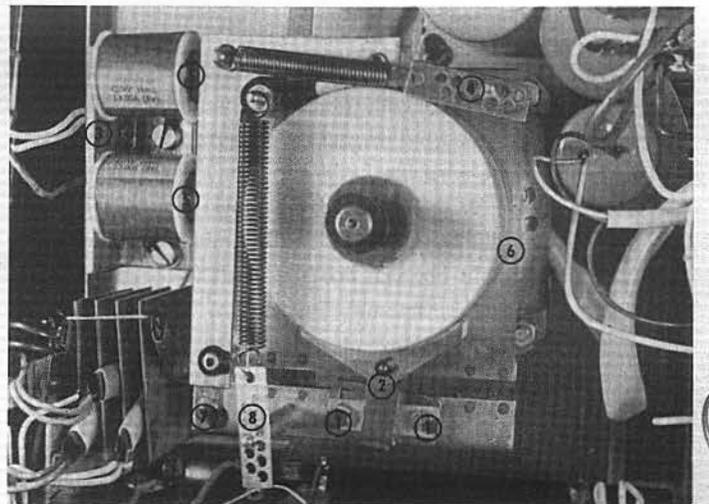
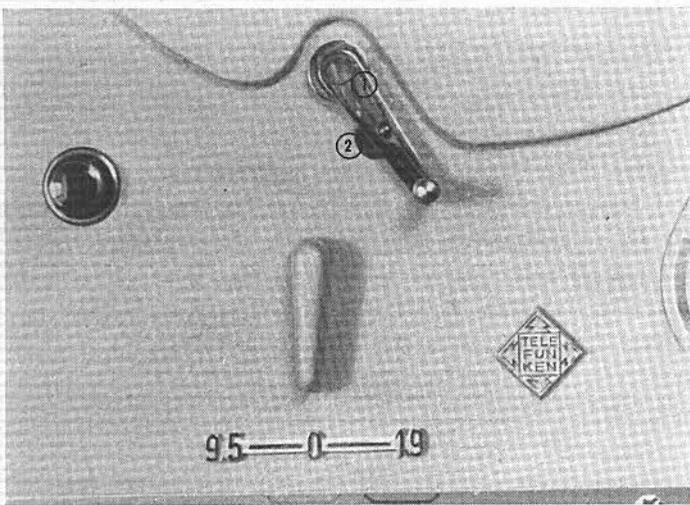
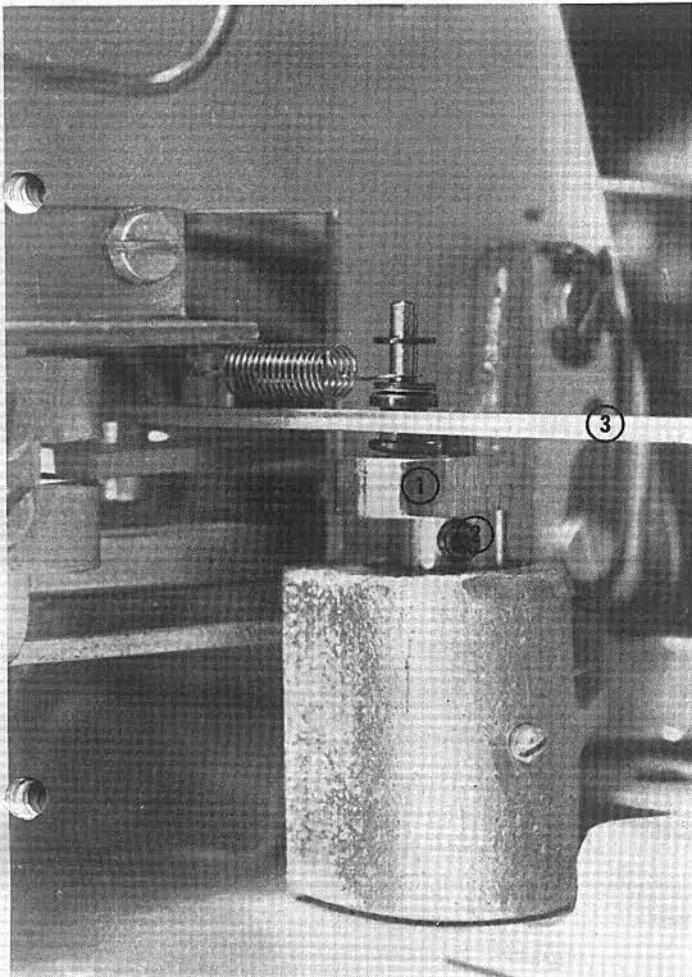
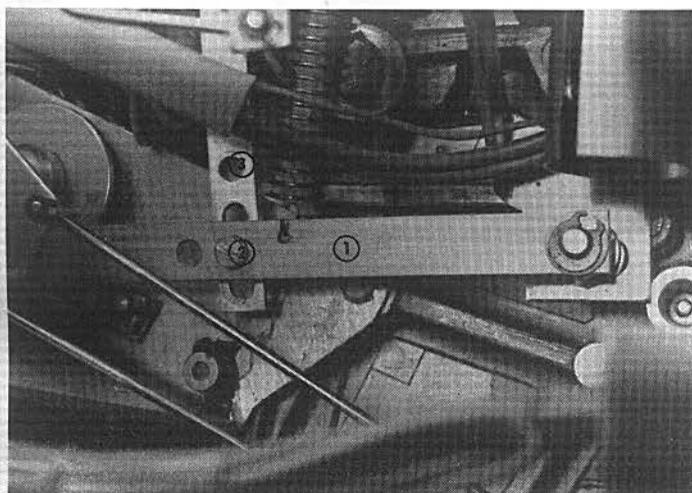

Abb. 17
Abb. 18
Abb. 19
Abb. 20
Zum Auswechseln der Bremsbacke (Abb. 17, Pos. 2) brauchen nur zwei Schrauben (Abb. 17, Pos. 1) gelöst zu werden. Nach auswechseln der Bremsbacke sollte das Gerät ca. 6 Stunden mit Band in Stellung Wiedergabe betrieben werden.
Die Justierung erfolgt durch Verschieben der entsprechenden Magnet-Grundplatte (Abb. 17, Pos. 3) bei abgeschaltetem Gerät. Man geht dabei wie folgt vor:
Zunächst Lochplatte (Abb. 17, Pos. 4) mit Feder aushängen. Dann Mitnehmerteller langsam von Hand in Aufwickelrichtung drehen. Dabei wird man feststellen, daß sich der Bremshebel etwas bewegt, hervorgerufen durch einen geringen Schlag des Keramikzylinders. In der Stellung geringsten Abstandes zwischen Bremshebel und Magnetkernen (Abb. 17, Pos. 5) ist die Justierung vorzunehmen. Man löst die Schrauben der Magnetgrundplatte und verschiebt die Grundplatte so, daß zwischen den Magnetkernen und den Abstandsnieten an den Bremshebeln oben 0,8 und unten 0,5 mm Abstand vorhanden ist. (Maße nach Festziehen der Schrauben nochmals überprüfen!)
2. Die Bremsbacke (Abb. 17, Pos. 2) soll mittig an der Brems Scheibe (Abb. 17, Pos. 6) anliegen. Justierbar durch Zwischenlagen (Zg.-Nr. 11 0100 00-26) unter der Bremsbackenbefestigung (Abb. 17, Pos. 1).
3. Der Verbindungsbolzen (Abb. 17, Pos. 7), der von der Verbindungsstange (Abb. 19, Pos. 3) zum Bremshebelgelenk führt, soll parallel zur Motorwelle ausgerichtet sein. Justierbar nach Lösen der Schrauben (Abb. 17, Pos. 1) und Verschieben der Bremsbacke in Langlöchern.
4. Der Fühlhebel (Abb. 18, Pos. 1) soll mit seinem Anschlagstift in dem kreisförmigen Loch der Laufwerkplatte rechtsdrehend in der Anschlagstellung stehen. Dabei muß der Hebel (Abb. 19, Pos. 1) parallel zur Gerätevorderkante ausgerichtet sein. Justierbar nach Lösen der Innensechskantschraube (Abb. 19, Pos. 2) mit Spezialschlüssel.
5. Die Verbindungsstange (Abb. 19, Pos. 3) soll ein Spiel von 0,8 bis 1,2 mm haben, gleichbedeutend mit einem Leerhub des Fühlhebels (Abb. 18, Pos. 1) von 1,3 bis 2 mm. Einstellbar durch Verschieben des Verbindungsbolzens (Abb. 17, Pos. 7) im Langloch nach Lösen der Mutter (Abb. 17, Pos. 7). Der Bolzen kann mit dem Stiftschlüssel 2 (siehe Spezialwerkzeuge) gegen Verdrehen gehalten werden.
6. Die Schiene (Abb. 20, Pos. 1) soll vom Mitnehmerbolzen Verbindungsstange (Abb. 19, Pos. 3) einen Abstand von 0,5 bis 1 mm haben. Einstellbar durch Verschieben der Schiene im Langloch nach Lösen der Schraube (Abb. 20, Pos. 2). Dazu wird ein Hebelstellschlüssel benutzt, dessen Dorn man in das Loch (Abb. 20, Pos. 3) einsetzt. Wenn die Halttaste gedrückt wird, muß die Bremsbacke der Feinfühlautomatik sichtbar von ihrer Bremsscheibe abheben.
Auf den linken Wickelteller wird eine volle 22er Spule mit 500 m LGS-Normalband gelegt. Am freien Bandende befestige man eine 250 p-Federwaage und schalte das M 24 auf Wiedergabe. Man ziehe das Band, das über den Fühlhebel und die Keramikstifte der geöffneten Kopfträgerklappe geführt ist, bei etwa normaler Bandgeschwindigkeit nach rechts und lese die Zugkraft an der Federwaage ab. Der Bandzug soll 100 bis 120 p betragen. Eine Einstellung kann an der Lochplatte (Abb. 17, Pos. 8) vorgenommen werden. Die gleiche Messung wiederholt man mit einer fast leeren 13er Spule (Kerndurchmesser 4,5 cm). Der Bandzug darf hierbei um etwa 20 p niedriger liegen (80—100 p).